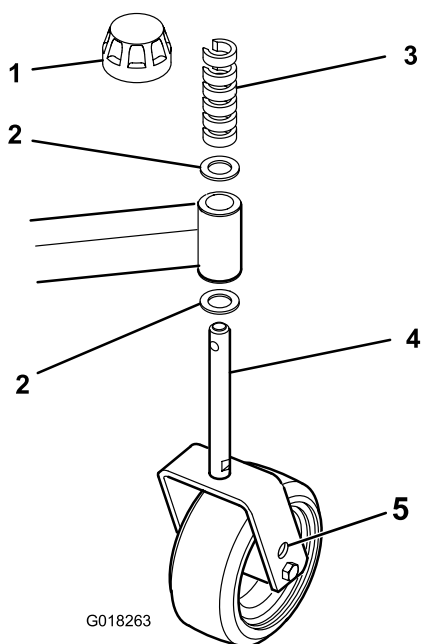

Figura 18
6. Ajuste os calços, nos braços da roda giratória frontal ou traseira, para obter a inclinação da unidade de corte necessária (Figura 18).